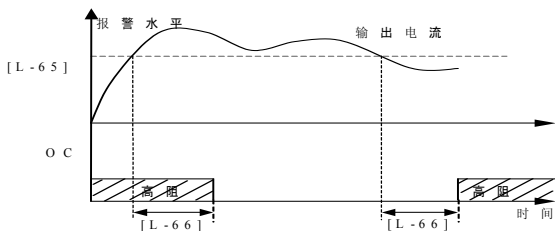

图 5-22 过载报警示意图号
- (1) FDT 水平由参数 L-59 设定, [b-0]=0 时, 固定为 10.0Hz。
- (2) 延时时间由参数 L-60 设定, [b-0]=0 时, 固定为 2 秒。
- 3: **过载报警。**当变频器的输出电流超过过载报警水平时, 经过设定的报警延时时间后, 输出有效信号 (低电平)。当变频器的输出电流低于过载报警水平时, 经过同样的延时时间后, 输出无效信号 (高阻)。过载报警示意图如图 5-22 所示。
如果输出电流连续超过参数 L-65 设定的电平, 经过 L-66 设定的延迟时间后, 输出有效信号。其中 L-66 与电流下限 (相对于额定电流的百分比) 复用, 当变频器输出电流低于此值时, 输出有效信号。(OC1、OC2 或继电器端子, 参阅图 5-22 及参数 L-59、L-60、L-61 的相关说明。)